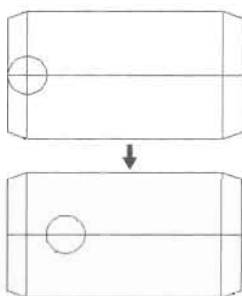

图 4-120
(10) 如图 4-120 所示, 首先以直线的交点为圆心绘制一个半径为 1.5mm 的圆, 然后把这个圆水平向右移动 3mm。